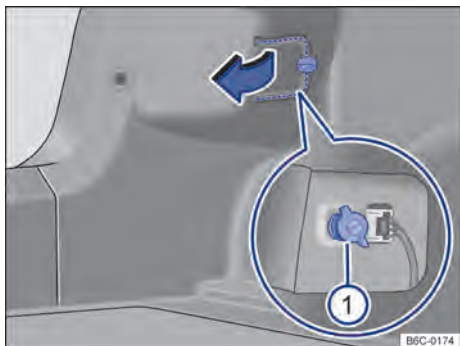
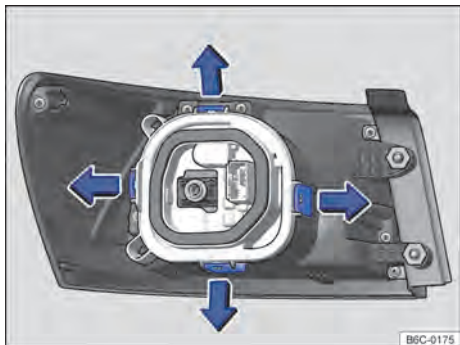

Fig. 186 No compartimento de bagagem: desinstalar cobertura e retirar o parafuso borboleta ① (lupa).
Fig. 187 Lanterna traseira: desinstalar o suporte das lâmpadas
- ① Observar a lista de controle e executar as ações → Página 244.
- ② Abrir a tampa traseira → Página 80.
- ③ Para abrir a cobertura da lanterna, girar a trava → Fig. 186 (seta).
- ④ Abrir a cobertura junto com a trava para o lado.
- ⑤ Soltar o parafuso borboleta ① (lupa) e retirá-lo, segurando, ao mesmo tempo a lanterna traseira.
- ⑥ Puxar cuidadosamente a lanterna traseira para fora, para desencaixá-la da carroceria → ①.
- ⑦ Desencaixar o conector de alimentação das lâmpadas da lanterna, para remover totalmente a lanterna.
- ⑧ Colocar a lanterna traseira sobre uma superfície limpa e lisa.
- ⑨ Para destravar o suporte das lâmpadas, pressionar cada lingueta de travamento → Fig. 187 no sentido das setas.
- ⑩ Remover o suporte das lâmpadas cuidadosamente.
- ⑪ Para remover as lâmpadas incandescentes queimadas pressionar a lâmpada contra o alojamento e girar no sentido anti-horário.
- ⑫ Substituir a lâmpada incandescente queimada por uma lâmpada incandescente nova do mesmo modelo.
- ⑬ Para inserir as novas lâmpadas no suporte das lâmpadas, introduza a nova lâmpada no respectivo alojamento. Pressionar a lâmpada e girar no sentido horário até o batente.
- ⑭ Certificar-se de que as lâmpadas estão corretamente fixadas no suporte das lâmpadas.
- ⑮ Instalar o suporte das lâmpadas na lanterna traseira. As linguetas de travamento → Fig. 187 devem encaixar de forma audível.
- ⑯ Colocar o conector de alimentação na lanterna.
- ⑰ Encaixar a lanterna traseira cuidadosamente no alojamento da carroceria.
- ⑱ Segurar a lanterna traseira na posição de montagem com uma das mãos e aparafusar com a outra o parafuso borboleta → Fig. 186 ①.
- ⑲ Recolocar a cobertura da lanterna em sua posição e girar a trava para fechar.
- ⑳ Fechar a tampa traseira → Página 80.